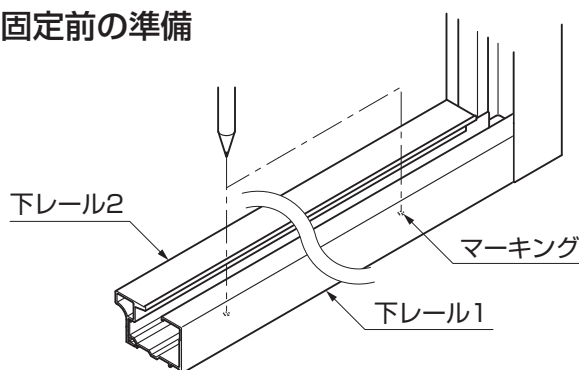

図4-11
①下レール1の加工穴をガイドにして、ネジ固定位置を床面にマーキングしてください。(図4-11参照)